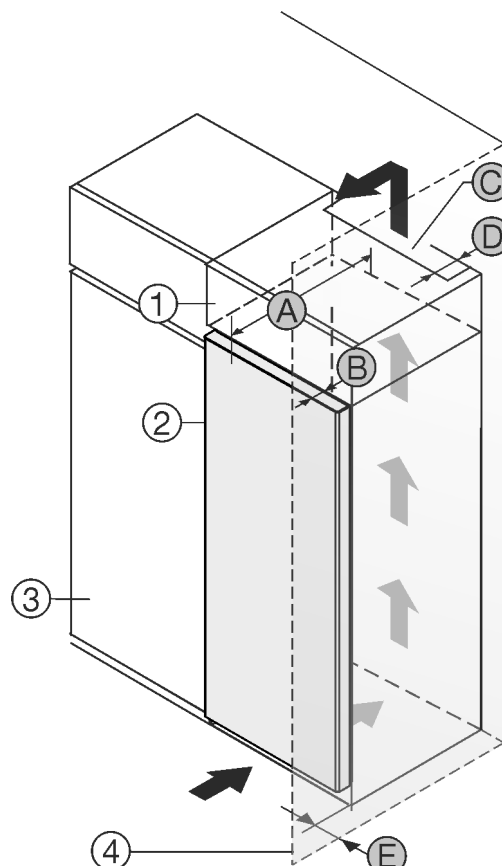

Fig. 1
Uređaj se može postaviti direktno uz kuhinjski element Fig. 1 (3).*
Na stražnjoj strani visećeg ormara treba postojati otvor za odzračivanje dubine Fig. 1 (D) po cijeloj širini visećeg ormara.
Ispod stropa prostorije treba poštovati ventilacijski presjek Fig. 1 (C).
Kada se uređaj postavlja s okovima pored zida Fig. 1 (4), razmak između uređaja i zida mora iznositi najmanje 13 mm.
Kako biste vrata mogli potpuno otvoriti, uređaj mora biti za dubinu vrata Fig. 1 (B) ispred u odnosu na prednjicu kuhinjskog elementa. Ovisno o dubini kuhinjskih elemenata Fig. 1 (3) i uporabi zidnih odstojnika, uređaj može i dalje stršati.*